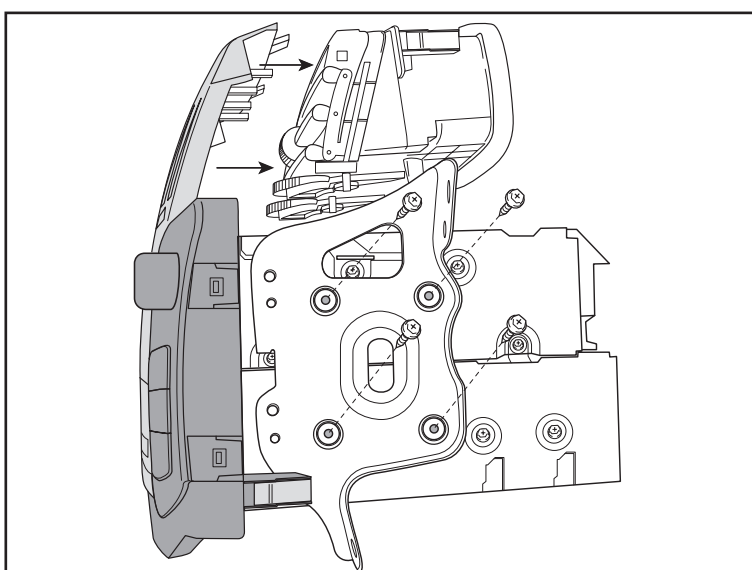

Abb. 11 - Fig. 11
10. Den Beifahrerschalter abmontieren und an der neuen Verkleidung anbringen (Abb. 11)
10. Disassemble the passenger switch and Assemble to new trim-plate (Fig 11)
10. Démontez le commutateur du côté passager et montez la nouvelle plaque de garniture (Fig 11)